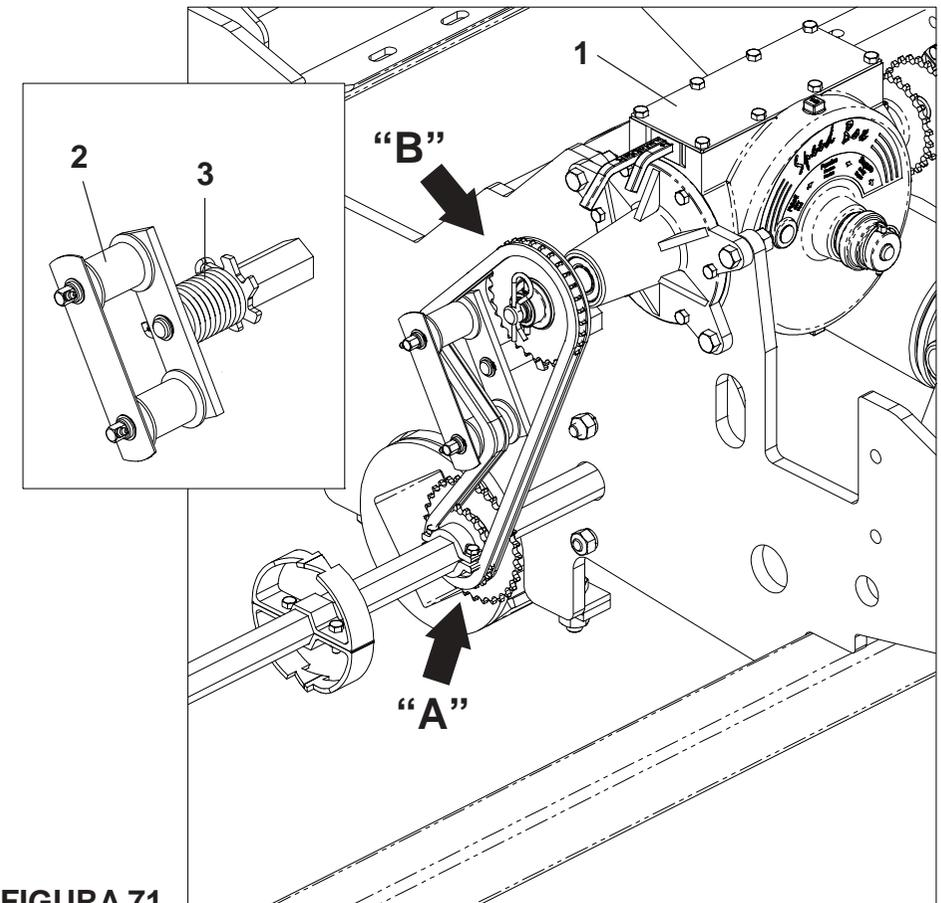

FIGURA 71
REGULAGEM PARA DISTRIBUIÇÃO DO ADUBO (FIGURA 71) SPA MEGA FLEX 4000 / 4500 / 5000 / 5500
1 - A regulagem do adubo é feita através da caixa **Speed Box** (1). Para obter mais regulagens efetue a inversão da corrente nas engrenagens motora "**A**" e movida "**B**", **conforme mostra a figura 71.**